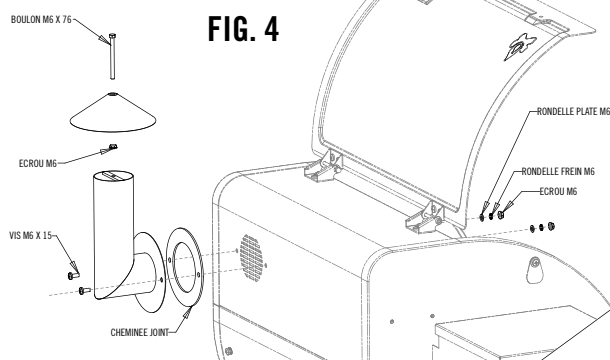

FIG. 4
1. Monter la cheminée sur le barbecue comme indiqué à la Fig. 4. S'assurer que le joint de la cheminée est placé entre le barbecue et la cheminée.
3. Placer le boulon M6 x 76 à travers le chapeau de la cheminée et l'attacher au moyen d'un (1) écrou M6. Visser un deuxième écrou sur
le boulon en laissant environ 3,8 cm à partir de l'extrémité supérieure du chapeau. Visser l'ensemble du chapeau vers le bas dans le support de la cheminée jusqu'à ce que l'écrou du bas touche le support. Voir la figure 4.